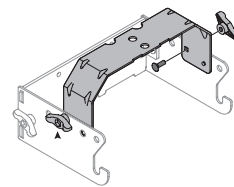

Figure 5
2. Retournez le support et installez le support universel (783-08129) à l'aide de 2 boulons de carrosserie (710-0276) et des écrous papillons (720-04122) du kit de quincaillerie (689-02364), comme indiqué à la Figure 5.